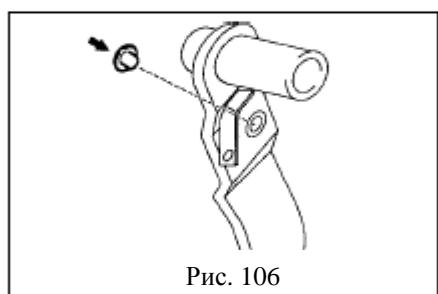

Рис. 106
**13. Установите втулку вилки упорного щитка главного цилиндра системы сцепления.(рис.106)**